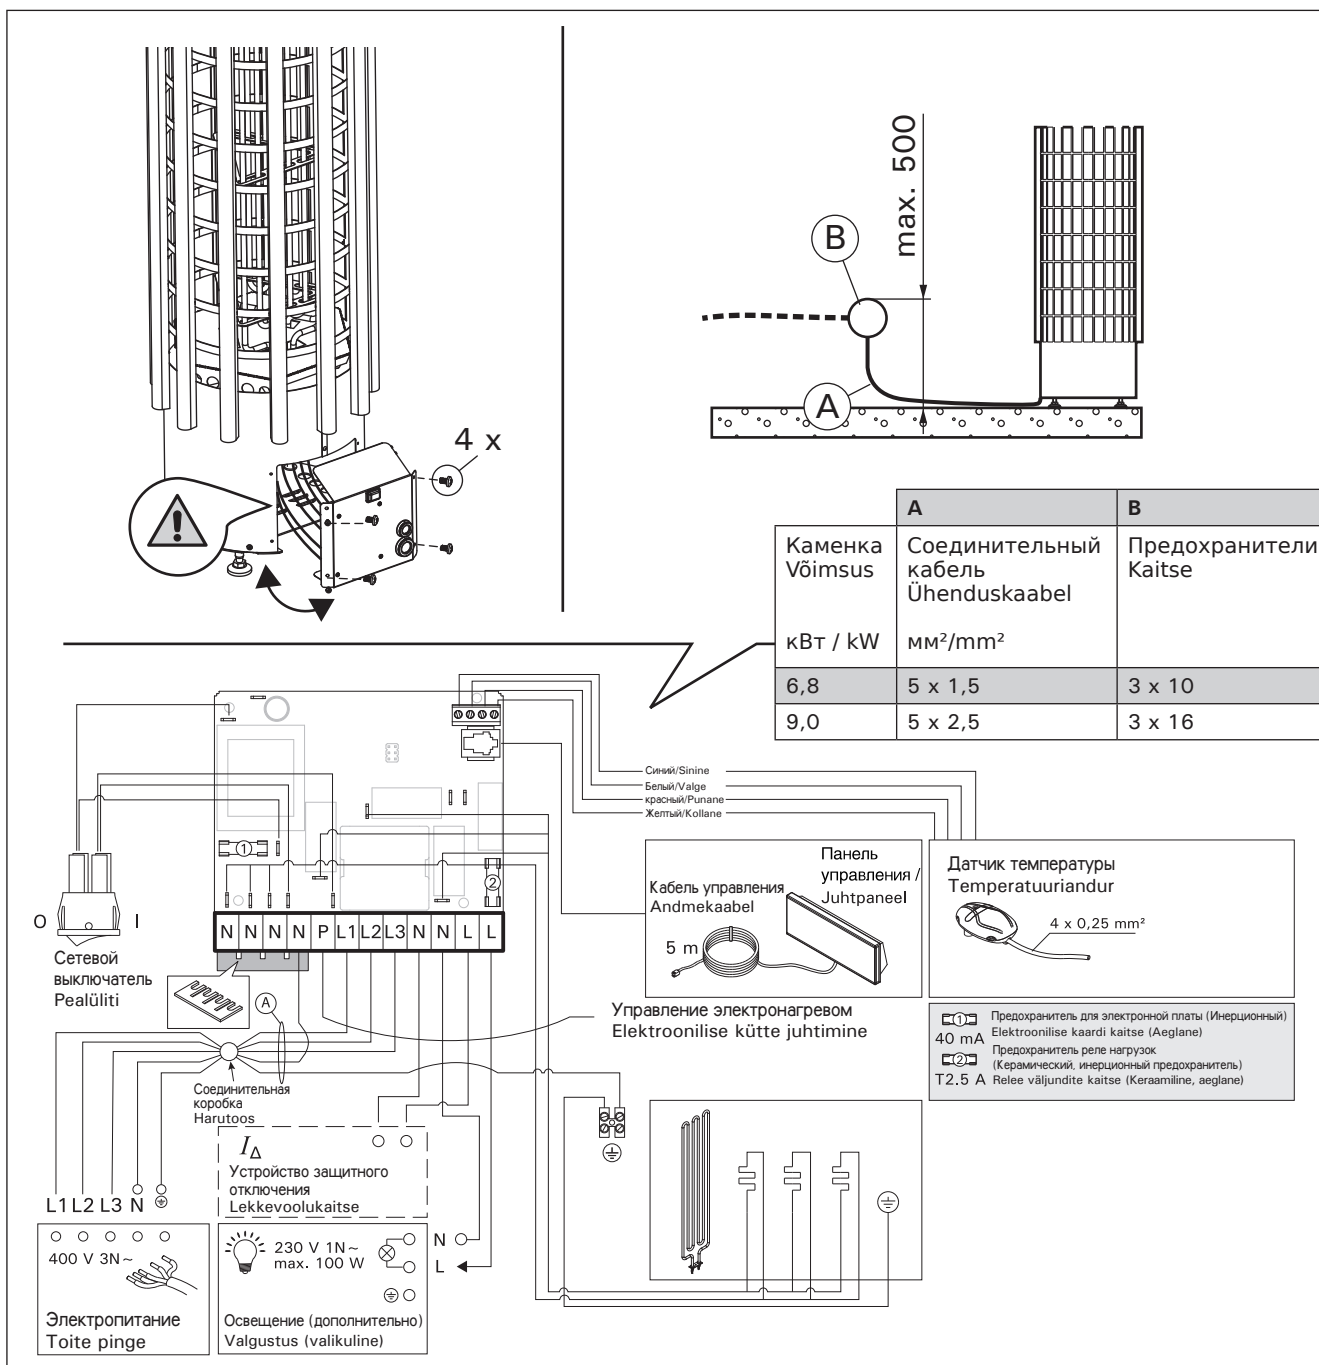

Рисунок 5. Электромонтаж
- Каменка гибким проводом подсоединяется к соединительной коробке (рис. 5: B) на стене сауны. Соединительная коробка должна быть брызгозащищенной и находиться на расстоянии не более 500 мм от пола.
- В качестве кабеля (рис. 5: A) следует использовать резиновый кабель типа HO7RN-F или подобный.
- Кроме клемм питания каменки TRT70EE/TRT90EE оснащены также клеммой (P), которая делает возможным управление электрическим нагревом (рис. 5). Управляющее напряжение передается от каменки, когда она включена. Кабель управления электронагревом подводят прямо к соединительной коробке каменки и дальше с помощью резинового кабеля, равного по сечению соединительному кабелю, к клеммнику.